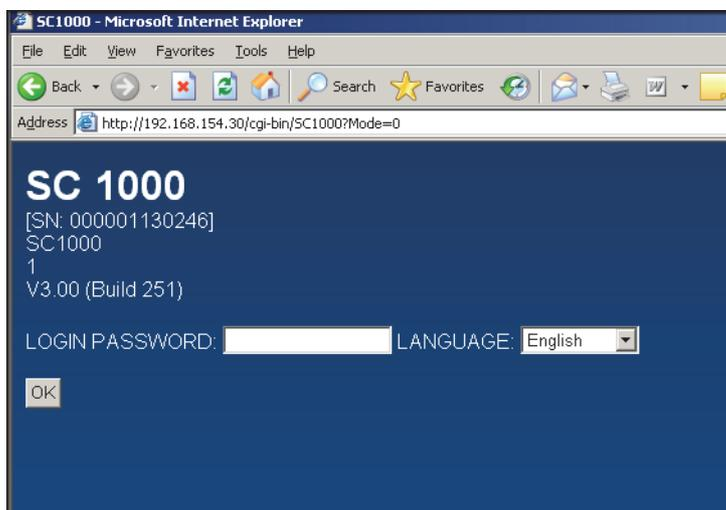

Figure 6 Page d'accueil du transmetteur sc1000
6. Ouvrez un navigateur web sur l'ordinateur. Saisissez l'adresse IP du transmetteur dans la barre d'adresse (voir le point 3.). La page de connexion du transmetteur sc1000 s'affiche (Figure 6).
7. Saisissez le mot de passe du navigateur (voir (Figure 6 et Chapitre 3.4.1, page 13)).